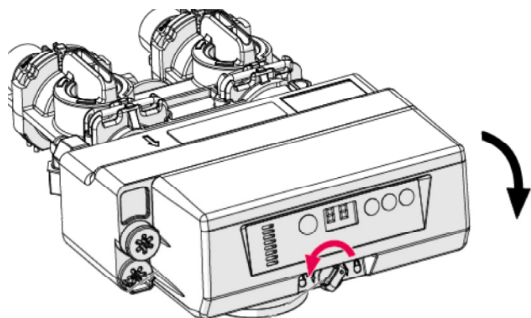

Figura 10
1. Rimuovere il coperchio della valvola ruotando la leva di blocco in senso antiorario (figura 10)